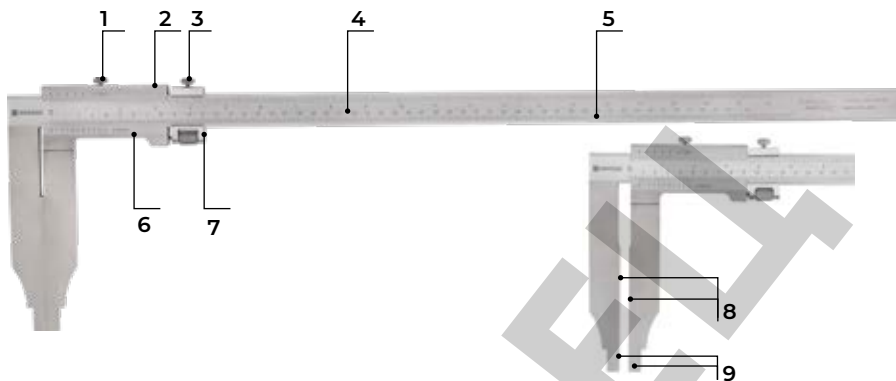

Рисунок 6. Основные части штангенциркулей модификации односторонние
8.2.6. Штангенциркули модификации односторонние состоят из следующих частей (рисунок 6):